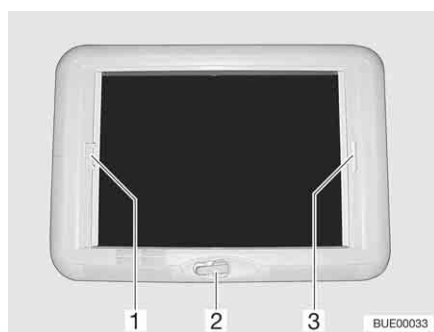

Fig. 91 Clarabóia de manivela
Abrir: ■ Gire a manivela (Fig. 91,2), até se sentir resistência.
Fechar: ■ Puxe o estore opaco plissado pelo manípulo (Fig. 91,3) e largue na posição pretendida. O estore opaco plissado fica parado nessa posição.
Fechar: ■ Puxe a mosquiteira pelo manípulo (Fig. 91,1) até ao manípulo do estore opaco plissado no lado oposto (Fig. 91,3) e fazê-la encaixar.
- Empurre para cima o manípulo da mosquiteira (Fig. 91,1) atrás e deprenda a mosquiteira do estore opaco plissado (Fig. 91,3).